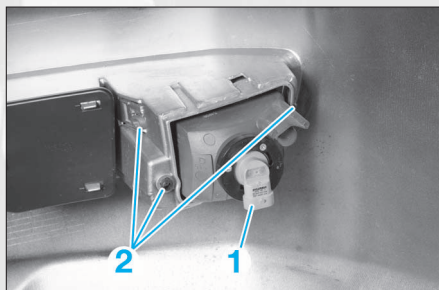

FIG. 14
- Débrancher le connecteur (1) (Fig.14).
- Dégrafer aux emplacements (2) (Fig.14).